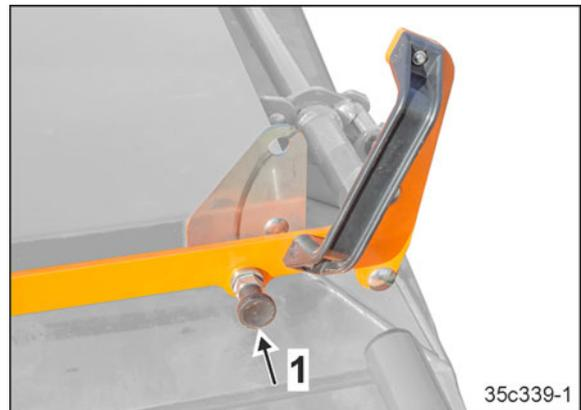

Fig. 230
4. Veiller à ce que l'axe à ressort s'enclenche (Fig. 230/1).